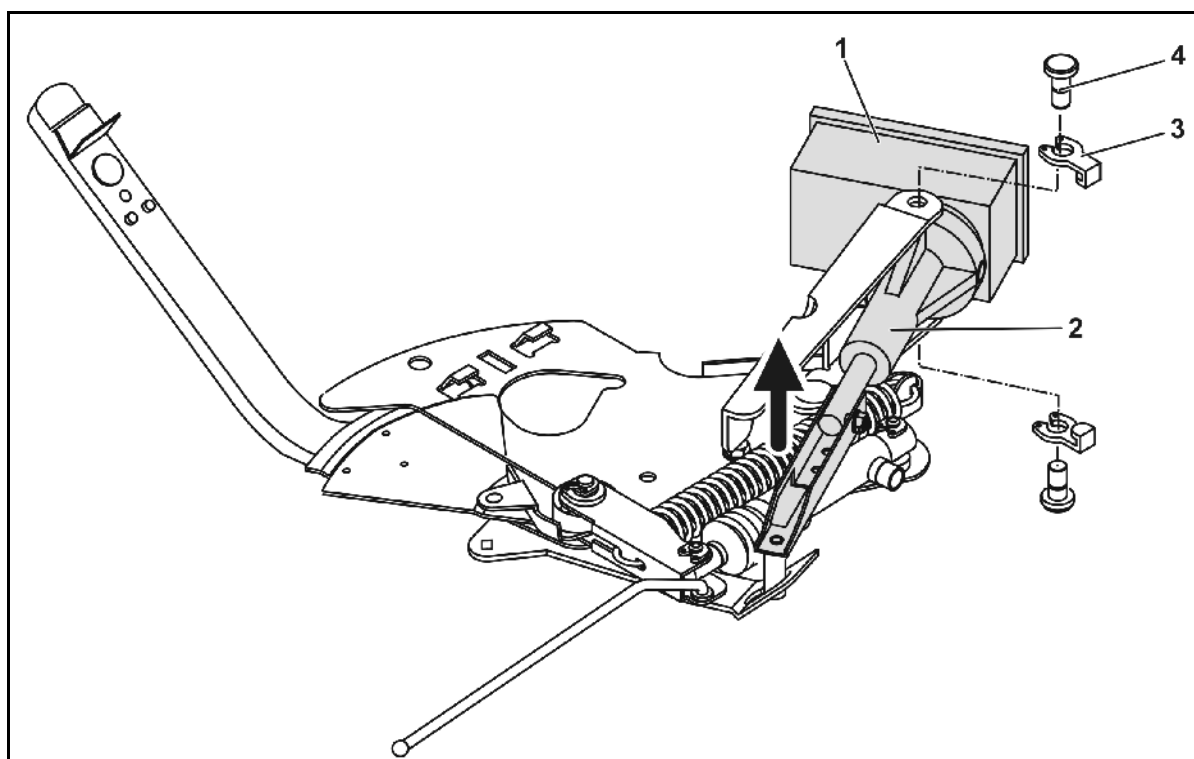

Fig. 75
1. Fjern de to låseclips (Fig. 75/3) med sikringstangen.
2. Træk de to ledbolte (Fig. 75/4) ud.
3. Tag servomotoren (Fig. 75/1) ud af motorkonsollen.
4. Løft servomotoren, og afmonter plejlstangen (Fig. 75/2) fra doseringsspjældets stikforbindelse.
Foretag sikring af den afmonterede plejlstang (Fig. 75/2) med hjælpemidler, så den ikke svinger ind i hydraulikcylindrenes arbejdsområde.